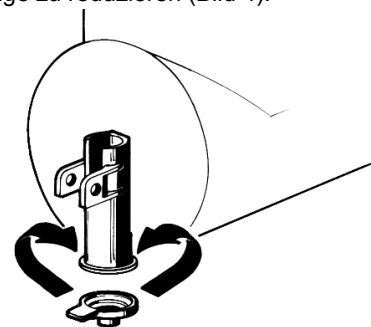

Bild 4
- 10 Drosselklappe:** Bei Verwendung des Dispensers zur Kühlung von Getränken wird empfohlen, auf dem Hahn die zur Ausstattung gehörende Drosselklappe zu installieren und somit die Ausgabemenge zu reduzieren (Bild 4).